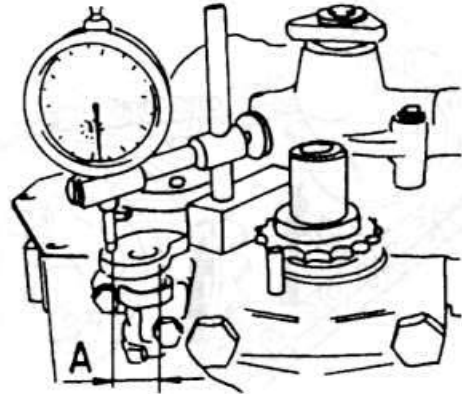

Рис. 2.30
- ♦ Измерьте параллельность кулачка натяжителя к торцевой поверхности корпуса двигателя (рис. 2.30). Разница расстояний в измеренных точках на кулачке до торцевой поверхности корпуса двигателя не должна быть более 0.2 мм.